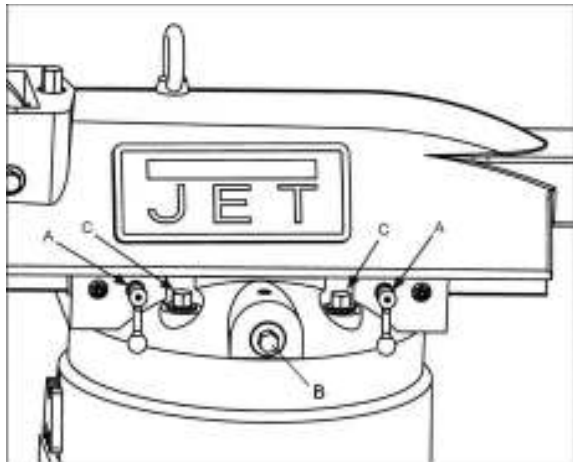

Рисунок 19
1. Ослабьте две ручки (А, Рис. 19), которые фиксируют подвижную консоль на его направляющих.
2. Поверните шестерню консоли (В, рис. 19) с помощью ключа, чтобы продвинуть консоль по направляющим.
3. Когда подвижная консоль перемещена в нужное положение, плотно затяните ручки (А, рис. 19).
1. Ослабьте четыре зажимных болта поворотной башни (С, рис. 19), которые закрепляют консоль на верхней части основания. Чтобы поворотная башня могла перемещаться, достаточно ослабить винты на пол-оборота.
3. Затяните четыре зажимных болта поворотной башни (С, рис. 19). Затягивайте в два этапа при помощи выставленного на определенную величину динамометрического ключа. Используйте перекрестную схему затяжки. Сначала затягивайте при величине крутящего момента 3,45 кгс*м, и окончательно при 6,9 кгс*м.